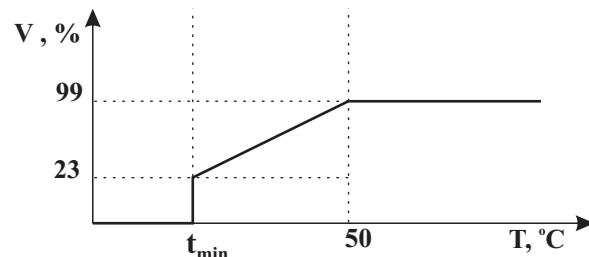
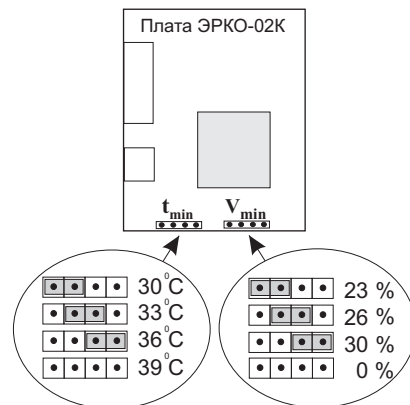

Рис. 2. Зависимость скорости вращения вентилятора от температуры конденсатора в режиме с отключением вентилятора.
Рис. 3. Положения перемычек для выбранных параметров.
4.5. Возможен вариант работы с полным выключением вентилятора при температуре на конденсаторе меньше чем  $t_{min}$ . График изображен на рис.2. В этом режиме можно менять  $t_{min}$  перестановкой соответствующей перемычки на плате (см. рис. 3), но  $V_{min}$  всегда равно 23%. Этот режим включается снятием перемычки на колодке  $V_{min}$ .
4.6. Предусмотрена возможность изменения минимальной скорости вращения вентилятора  $V_{min}$  и минимальной температуры  $t_{min}$  при которой эта скорость достигается. Установка параметров осуществляется установкой соответствующих перемычек (см. рис. 3).